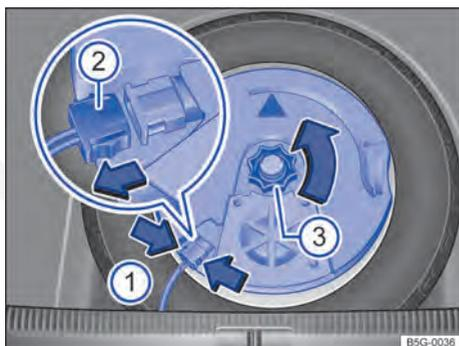

Fig. 217 No compartimento de bagagem: desinstalar subwoofer (variante 1).
- Para destravar o conector ⇒ Fig. 217 , comprimir as linguetas ⇒ Fig. 217 (setas )
- Inserir o conector ⇒ Fig. 217  até que ele se trave de maneira audível.